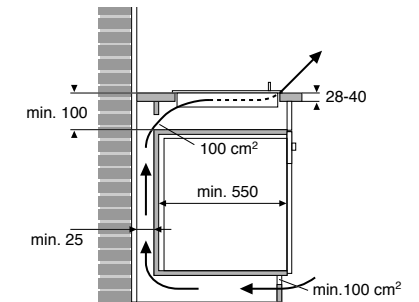

Fig. 11: En combinaison avec un four. Séparez le four de la table induction
- de placer une grille ayant un passage de 100 cm² (voir fig. 11), dans la plinthe et à l'arrière de l'armoire de cuisine.